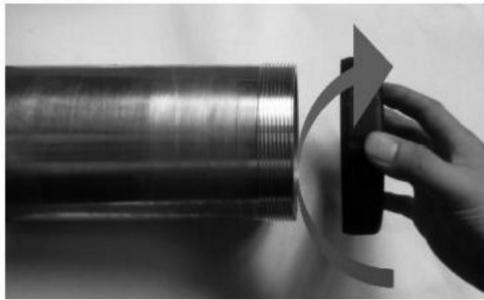

Fig 3
4.1.1 Installera eller byt påhylshållare, Välj en motsvarande hållare enligt pålningsstorlekarna på 45 mm, 55 mm, 88 mm, eftersom det är visas i Fig.3.